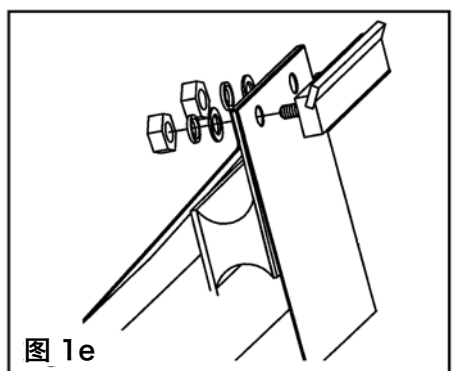

图 1e
- 移除两个锁定块锁定螺栓和调节支架锁定螺栓 (图 1e)。
- e. 从刀头上拆下螺母、平垫圈和锁定垫圈, 然后拆下磨损的刀头 (图 1e)。